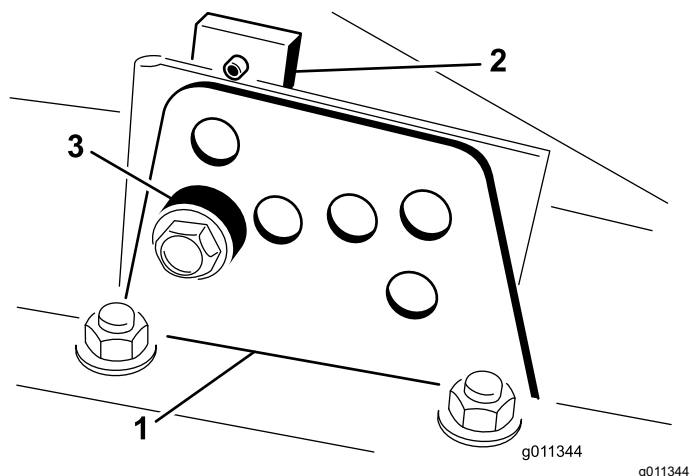

Figure 6
2. Desserrez le boulon qui fixe le support de hauteur de coupe à la plaque de hauteur de coupe (à l'avant et de chaque côté), comme montré à la Figure 6.
4. Tout en soutenant la chambre, déposez l'entretoise (Figure 6).